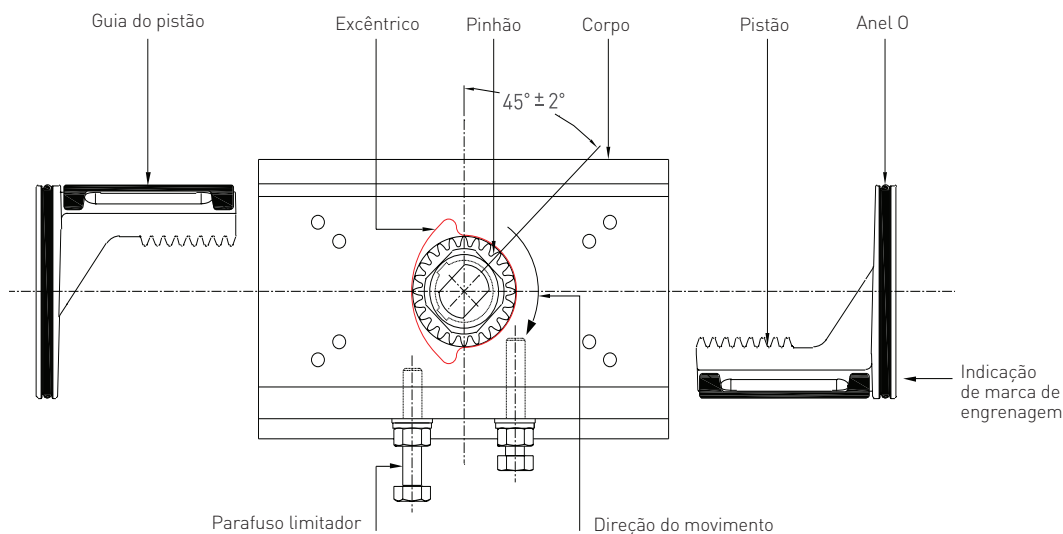

FIGURA 4 (vista superior)
- a. Coloque o conjunto de rolamentos superiores (10) na parte superior do eixo do pinhão (2), com o anel O-ring superior (16) no lugar mais alto.
- b. Coloque o conjunto de rolamentos inferiores (11) na parte inferior do eixo do pinhão, com o anel O-ring inferior (17) no lugar mais baixo.
- c. Encaixe a arruela axial superior (12).
6. Durante a inserção, encaixe o excêntrico do limitador de curso (5) na parte superior do eixo do pinhão pelo interior do furo do atuador e monitore a posição da chave no eixo e do excêntrico do limitador de curso como mostrado na Figura 4. Finalize com um impulso firme para garantir a localização completa.
7. Coloque a arruela axial inferior (13) e o anel de trava interno (25) no recesso inferior do corpo para posicionar o conjunto do eixo.
8. Coloque as vedações dos anéis O-ring (18) nos pistões (3) e lubrifique a cremalheira com graxa.
9. Oriente o eixo de saída em 45° , como na Figura 4.
10. Insira os pistões completamente com as placas de suporte (9), com as pernas do pistão no lado esquerdo do furo quando visto da extremidade do anel O-ring do pistão (Figura 4), até que as cremalheiras se acoplem ao pinhão e, em seguida, empurre com cuidado para dentro. Agora, o atuador está na posição totalmente fechada e a indicação do eixo deve estar em -5 graus (apontando ligeiramente para a direita).
12. Insira o parafuso do limitador de curso (fechado) direito (21), juntamente com o anel O-ring (19), a arruela (14) e a contraporca (23), até que o parafuso atinja o excêntrico do limitador de curso. Aperte a contraporca.
14. Insira o parafuso do limitador de curso (aberto) esquerdo (21), juntamente com o anel O-ring (19), a arruela (14) e a contraporca (23), até que o parafuso atinja o excêntrico do limitador de curso. Aperte a contraporca. A posição dos parafusos do limitador de curso deve ser verificada após a montagem da válvula e, se necessário, ajustada.
15. Coloque as juntas de tampa terminal (20) nas tampas terminais (4), usando uma pequena quantidade de graxa.